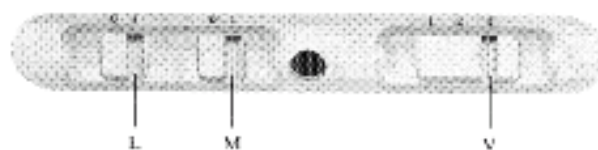

Рис.2
Панель управления имеет три переключателя (Рис. 2): (L) - выключатель освещения варочной панели, (M) - выключатель мотора вентилятора, (V) - переключатель скорости вращения вентилятора (три позиции).